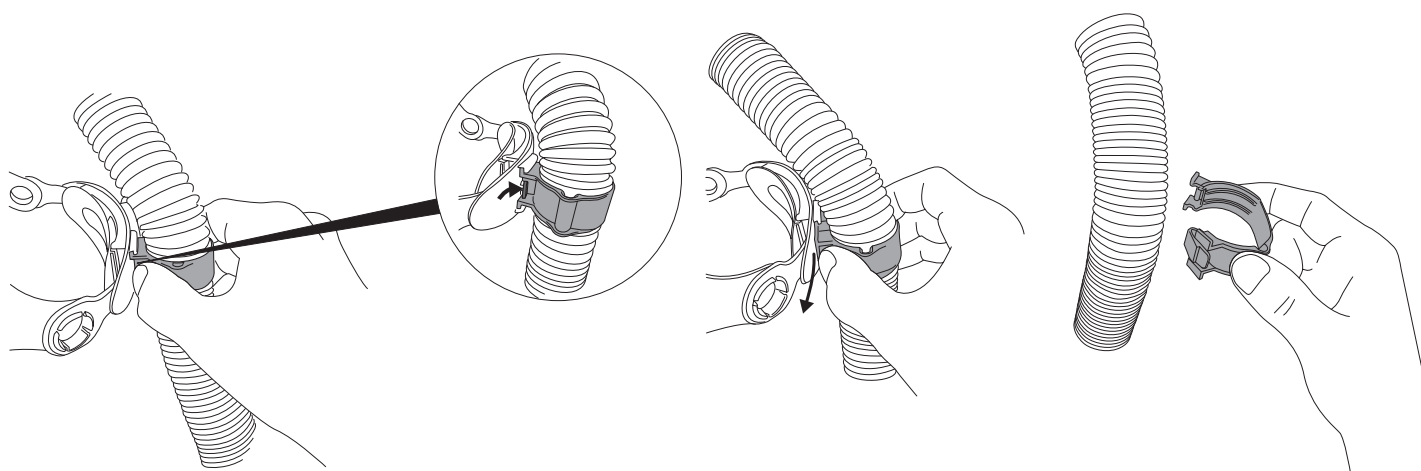

Fig. 29a
- a. Déconnecter le tuyau d'admission d'air du masque de soudeur (consulter la rubrique « Raccordement et débranchement des tuyaux de respiration » à la section *directives d'utilisation*) (Fig. 29a).